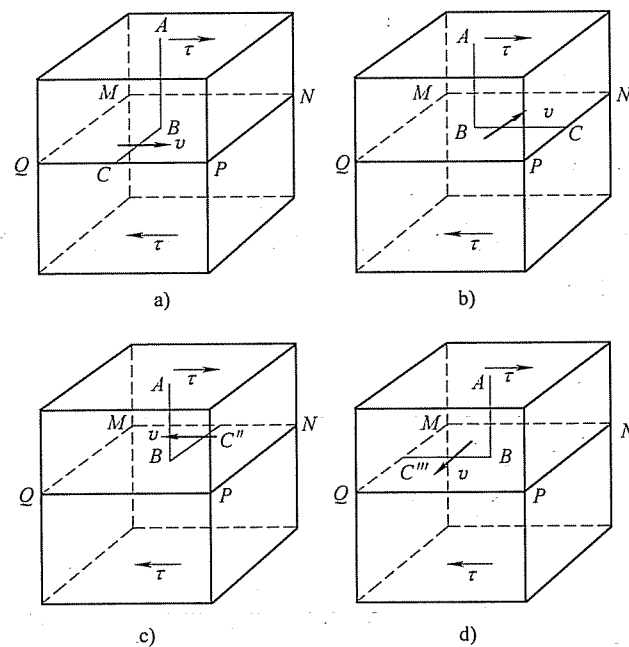

图 2-4 第三题第 1 小题解答图
1. 如图 2-4 所示, 图中  $v$  代表位错线  $BC$  运动方向, 也是受力方向。